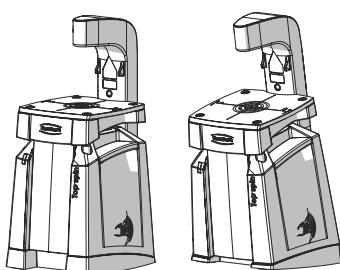

Рис. 2
- ⇒ Выберите желаемую рабочую позицию, рис. 2 (см. гл. 5.4).